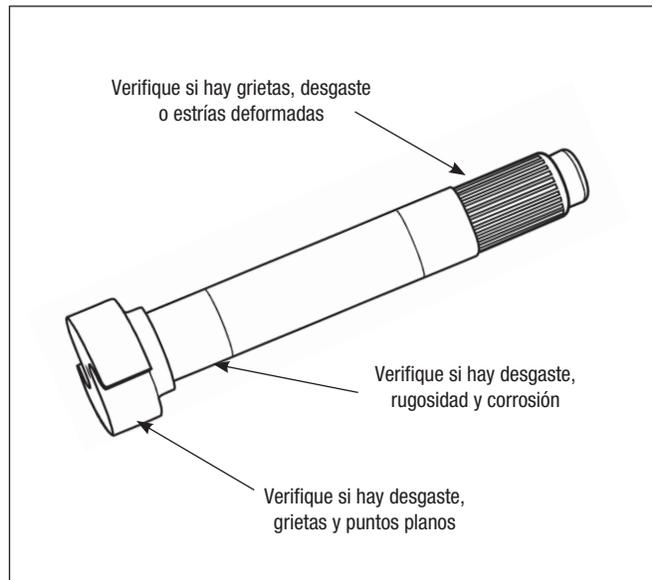

Figura 37 - Inspección del árbol de levas
1. Consulte la figura 37. Revise el extremo estriado en busca de grietas, desgaste o deformidades en las estrías. Reemplace según sea necesario.